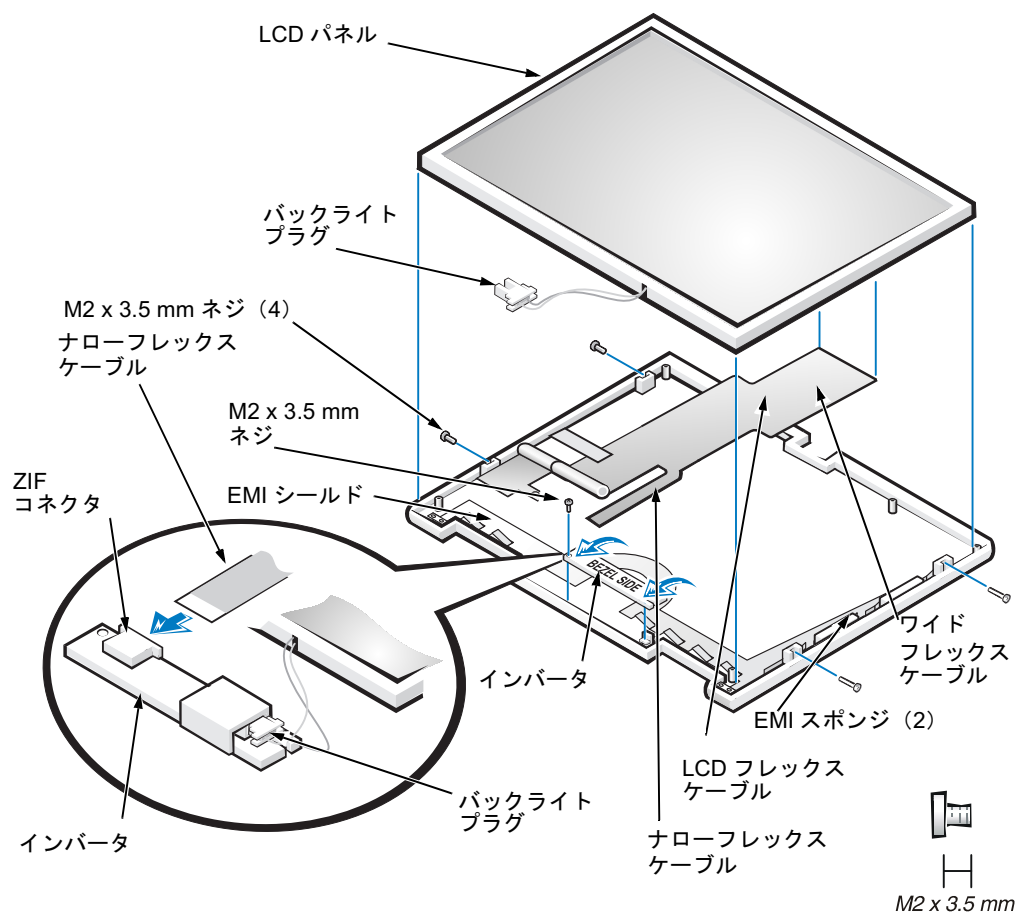

図 11 LCD パネルの取り外し
5. LCD パネルとトップカバーを固定しているディスプレイアセンブリの左右にある 4 本の M2 x 3.5 mm ネジを取り外します (図 11 参照)。
7. インバータを持ち上げ、手前に回し、ベゼル側が下になるようにし、コネクタの側面を上へ向けます (図 11 参照)。
9. インバータの右側のコネクタから 2 線式ワイヤバックライトプラグを取り外します (図 11 参照)。